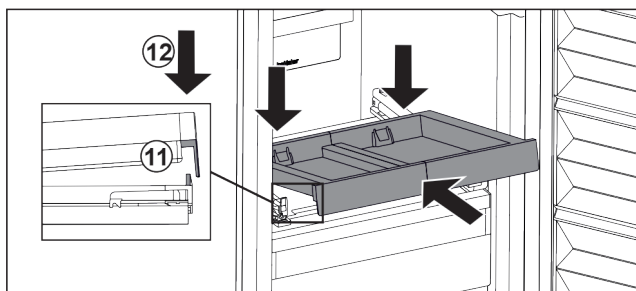

Fig. 104
- ▶ Vstavite jo v poševnem položaju. Pazite, da je nastavek na obeh straneh za jezičkom. Fig. 104 (11)
- ▶ Izvlečno polico odložite spredaj. Fig. 104 (12)